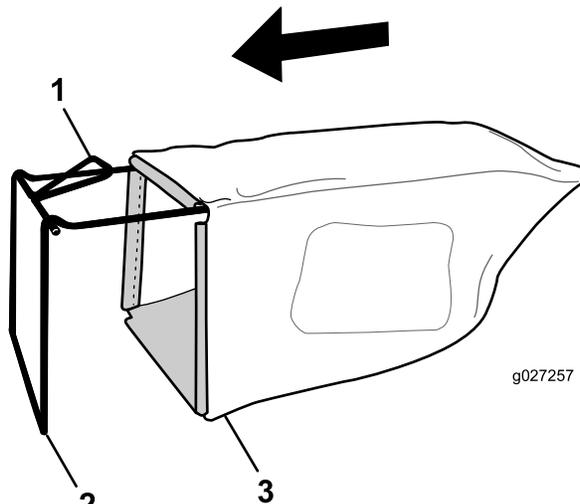

Рисунок 7
1. Установите мешок для травы на раму, как показано на Рисунок 7.
**Примечание:** Не надевайте мешок на ручку (Рисунок 7).